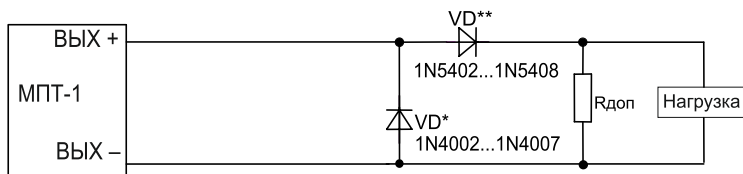

Рисунок 6
5.22 При значении тока, протекающего через нагрузку во включенном состоянии выхода, менее 50 мА, для обеспечения контроля целостности выходных цепей параллельно нагрузке должен быть подключен резистор (Rдоп) (Рисунок 6).